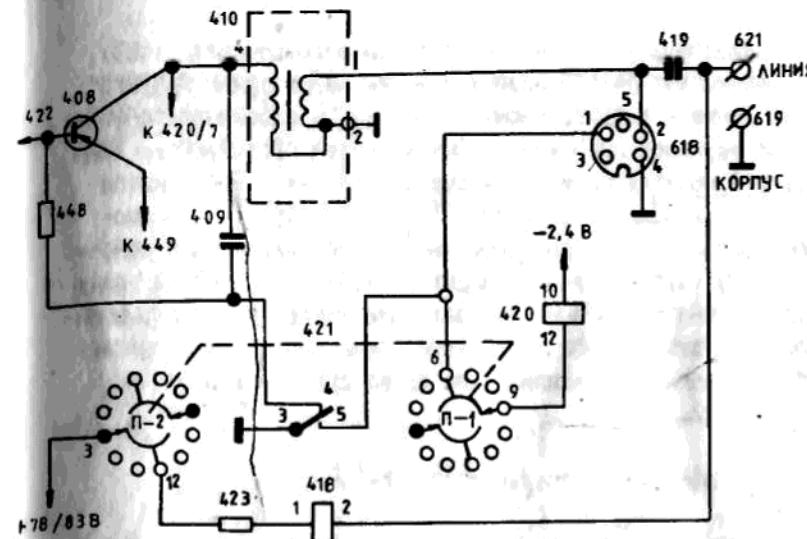

Рис. 6. Упрощенная принципиальная схема блока низкой частоты при положении переключателя (421) "ДИСТ."
Упрощенная принципиальная схема блока низкой частоты для случая дистанционного управления приведена на рис. 6. При нажатии разговорного клапана микротелефонной трубки телефонного аппарата через обмотку линейного реле (418) и резистор (423) проходит ток от цепи + 78 В преобразователя напряжения.